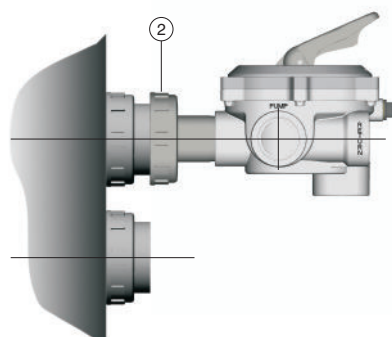

Fig. 2
- Réunir la vanne avec la sortie supérieure du filtre en visant l'écrou (2) de façon à ce que la vanne puisse tourner autour de l'axe de l'écrou (figure 2). S'assurer que le joint torique (4) est bien dans son emplacement avant de serrer l'écrou (2).